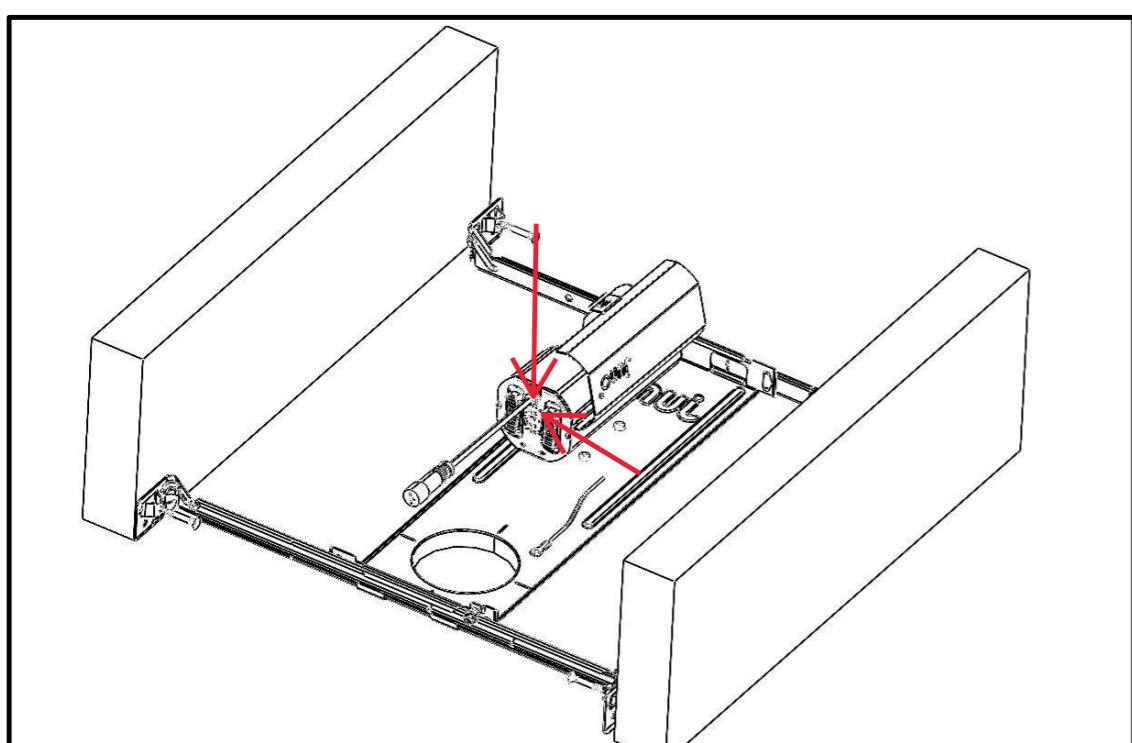

Figura 4
3. Conecte la caja de conexiones tipo oblea al marco alineando las ranuras tipo ojo de cerradura de la caja del controlador remoto con los tornillos del marco y deslizando la caja hacia abajo para asegurarla. Consulte la hoja de instrucciones de instalación del artefacto para conocer el método de cableado. (Consulte la Figura 4).